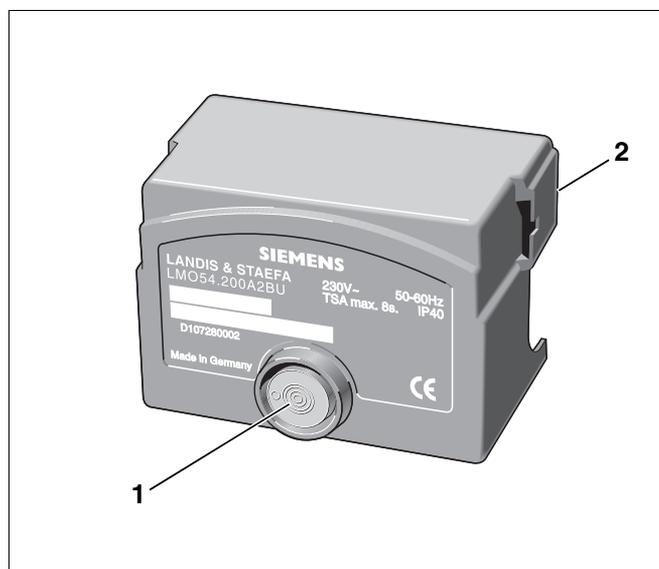

Abb. 1 Ölfeuerungsautomat LMO
Im Storfalle kann der Entstortaster (Abb. 1, **Pos. 1**) am ofeuereungsautomat gedrckt werden (siehe Kapitel „Storungen beheben“, Seite 4).
- Mit einem Schlitz-Schraubendreher die Lasche (Abb. 1, **Pos. 2**) des ofeuereungsautomaten nach auen drcken und Gerat vom Stecksocket abziehen.